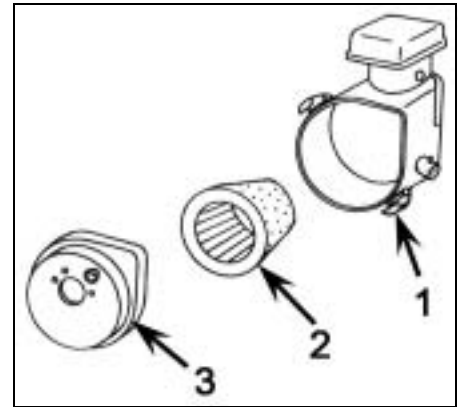

Figure 12
- Déposez le boîtier du filtre à air, en enlevant les deux clips (Figure 12, repère 1). Sortez la cartouche filtrante (Figure 12, repère 2), nettoyez là à l'air comprimé dans le sens inverse du passage de l'air. Echangez la si elle est trop encrassée.
- Nettoyez la mousse (figure 12, repère 2) avec un produit spécial pour filtre à air en mousse. Graissez-la en l'imbibant d'huile moteur. Pressez le surplus d'huile en excédent.